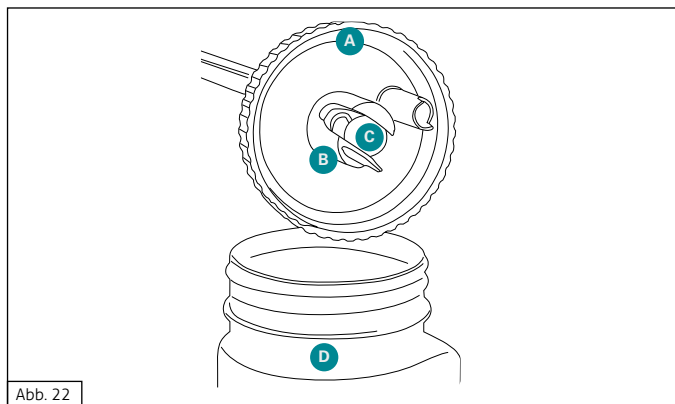

Abb. 22
2. Entnehmen Sie vor der Durchführung nachstehender Reinigungshinweise die Kugel (Abb. 22(C)).
6. Setzen Sie die trockenen Bestandteile entsprechend der Abbildung 22 zusammen.